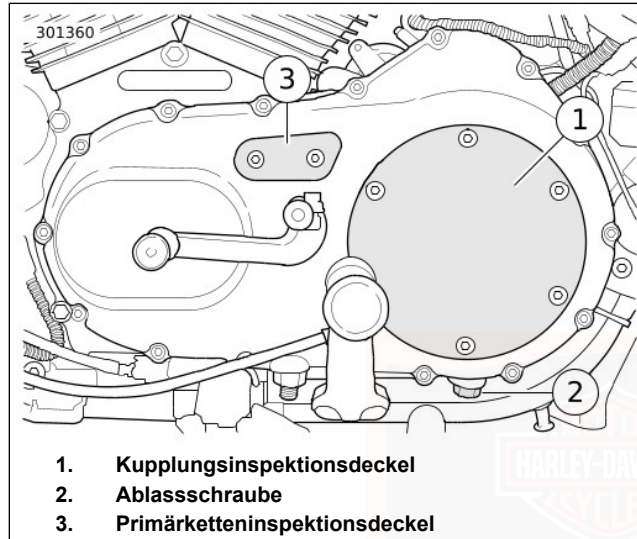

Abbildung 31. Primärkettengehäusedeckel: 2007 Sportster-Modelle
3. Siehe Abbildung 31. Die Schrauben mit den Unterlegscheiben vom Kupplungsinspektionsdeckel (1) abnehmen. Den Kupplungsinspektionsdeckel vom Primärkettendeckel entfernen. Vorsichtig vorgehen, damit der Vierkantring im Primärkettengehäusedeckel nicht beschädigt oder verschoben wird.
3. Siehe Abbildung 31. Einen geeigneten Auffangbehälter unter die Getriebeölablassschraube (2) stellen.
7. Siehe Abbildung 31. Die Schrauben mit den Unterlegscheiben vom Kupplungsinspektionsdeckel (1) abnehmen. Den Kupplungsinspektionsdeckel vom Primärkettendeckel entfernen. Vorsichtig vorgehen, damit der Vierkantring im Primärkettengehäusedeckel nicht beschädigt oder verschoben wird.
2. Siehe Abbildung 31. Die beiden Innensechskantschrauben entfernen, mit denen der Primärketteninspektionsdeckel (3) befestigt ist.